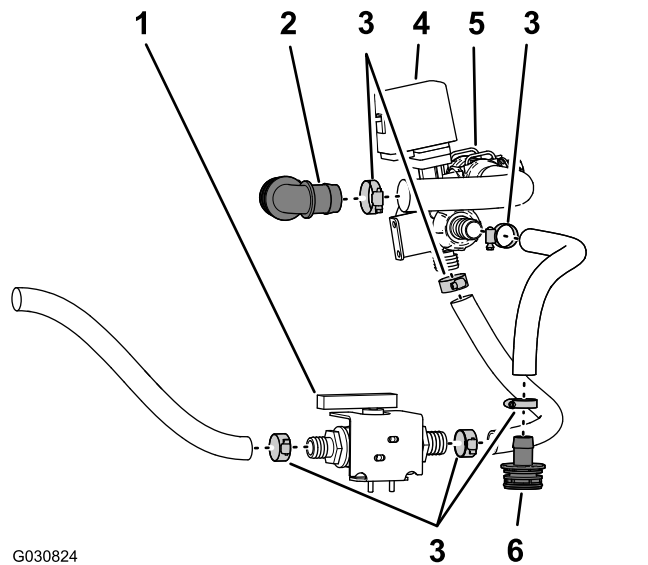

Figura 70
- Rimuovete la fascetta stringitubo che fissa il flessibile all'altra estremità della valvola a sfera (Figura 70).
- Rimuovete la fascetta stringitubo che fissa il raccordo dentellato a 90° al flessibile dalla valvola di bypass (Figura 70).
- Rimuovete le fascette stringitubo che fissano il flessibile tra il raccordo dentellato dritto e la valvola dell'agitatore (Figura 70).
- Rimuovete le fascette stringitubo che fissano il flessibile tra la valvola a sfera e la parte inferiore della valvola dell'agitatore (Figura 70).